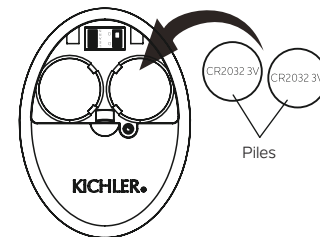

Fig. 26
**Étape 2.** Pour rendre le ventilateur opérationnel, installez deux piles 3V CR2032 (incluses). Les piles doivent être installées avec le côté positif (+) vers le haut. Remplacez-les par des piles CR2032 si nécessaire. (Fig. 26)